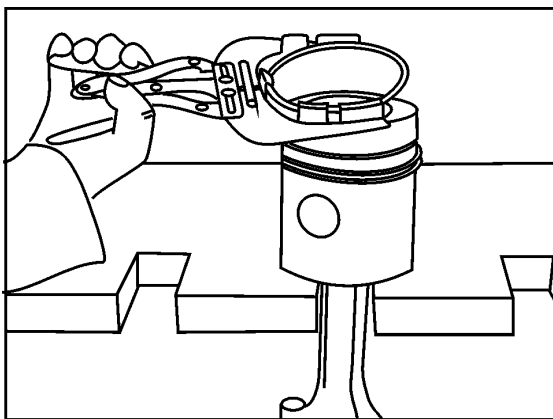

FIG 18
5. Com o alicate expansor, ferramenta número 81 30 005, **Fig. 18**, monte os anéis de segmento do terceiro, segundo, e primeiro canaletes.